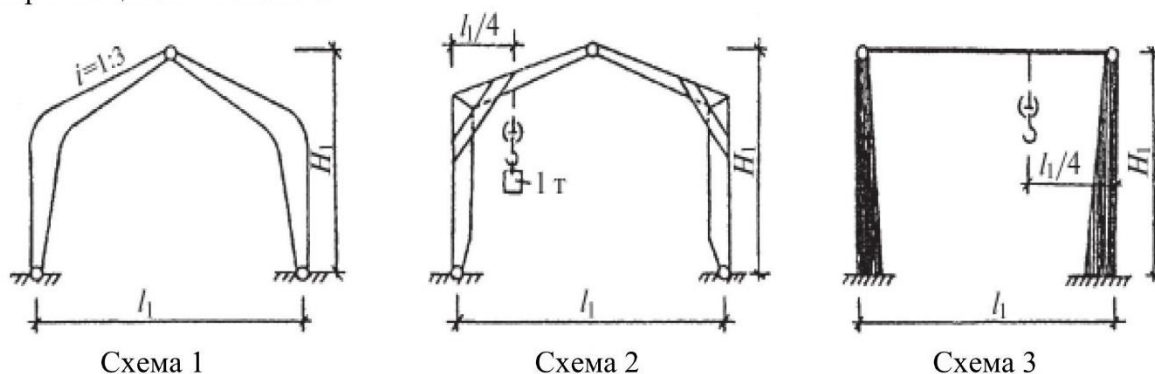

Рисунок 8. Схемы поперечных рам одноэтажного каркасного здания
4. В качестве несущих конструкций покрытий для схем 1–3 (рисунок 8) следует применять индустриальные конструкции: клееные и клефанерные балки и фермы, металлодеревянные и другие типы ферм (по рекомендуемым в литературе схемам).